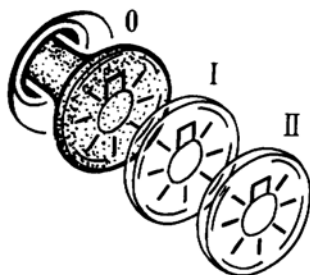

Рис.5.10. Положение ручки центрального переключателя света
**15 – центральный переключатель света (рис. 5.10).**